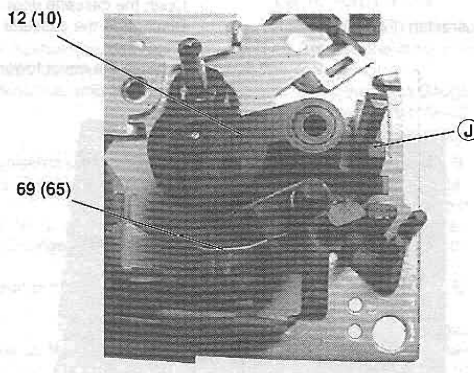

Fig. 13
- Rastnase J (Fig. 13) austrasten und die Andruckrolle 10 bzw. 12 mit der Drehfeder 65 bzw. 69 abziehen.
- Disengage the locking lug J (Fig. 13) and pull out the pressure roller 10 or 12 with the torsion spring 65 or 69.